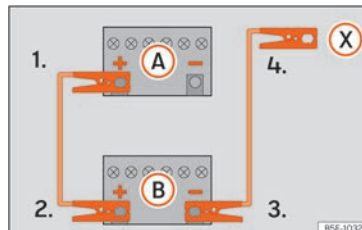

Abb. 78 Anschlussschema für Fahrzeuge ohne Start-Stopp-System.
2. Klemmen Sie ein Ende des roten Starthilfekabels an den Pluspol  des Fahrzeugs mit der entladenen Fahrzeugbatterie  »» **Abb. 78.**
- 4a. *Bei Fahrzeugen ohne Start-Stopp-System:* klemmen Sie ein Ende des schwarzen Starthilfekabels an den Minuspol  des stromgebenden Fahrzeugs  »» **Abb. 78.**